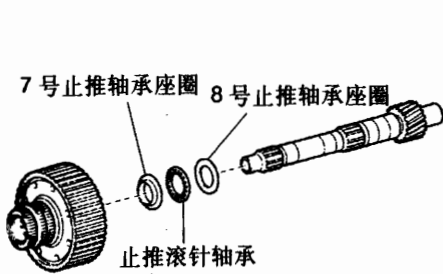

图 12-1-53
(59) 如图 12-1-53 所示, 从中间轴上拆下 8 号止推轴承座圈、止推滚针轴承、7 号止推轴承座圈和后行星齿圈法兰。
(9) 安装后行星齿圈法兰分总成。如图 12-1-53 所示, 将 8 号止推轴承座圈、止推滚针轴承、7 号止推轴承座圈和行星齿圈法兰安装到中间轴上。7 号止推轴承座圈的内径为 33.4mm, 外径为 49.0mm。止推滚针轴承的内径为 32.1mm, 外径为 49.35mm。8 号止推轴承座圈的内径为 32.1mm, 外径为 49.0mm。